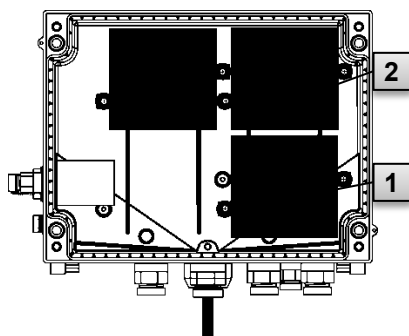

Fig. 31
4. Desserrer les vis du cache de piles Fig. 31 : **1** ou **2** et retirer le cache de piles.
7. Insérer les piles neuves dans le boîtier (Fig. 31 : **1** ou **2**).